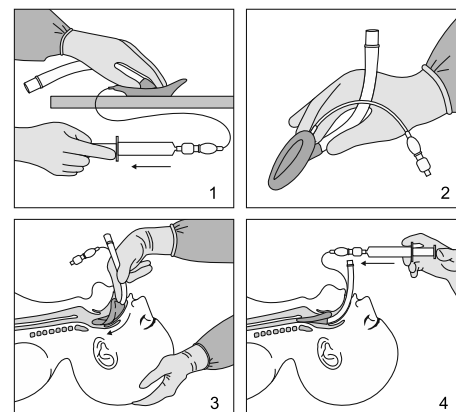

Рис. 1. Техника установки маски ларингеальной.
- полностью сдуть манжету с помощью шприца (присоединив шприц к клапану пилотного баллона) (см. поз. 1, рис. 1);
2. Одной рукой плотно захватить изделие за трубку воздуховода возле манжеты. Расположить указательный палец в месте соединения манжеты с трубкой воздуховода (палец упирается в манжету). Расположить маску так, чтобы апертура воздуховода была направлена в сторону подбородка пациента (см. поз. 2, рис. 1).
4. Дистальный конец изделия ввести в рот пациента по направлению к твердому небу. Прижать кончик манжеты к твердому небу и распределить его по нему (см. поз. 3, рис. 1).
5. Направить изделие вниз и назад, вдоль твердого неба и задней стенки глотки, непрерывно надавливая указательным пальцем (упираясь им в манжету маски), до ощущения значительного сопротивления (кончик маски достиг входного отверстия пищевода, см. поз. 4, рис. 1).
7. Присоединить шприц с воздухом к клапану пилотного баллона, нажимая на поршень шприца, раздуть манжету маски (не удерживая при этом трубку воздуховода, см. поз. 4, рис. 1). При правильной установке изделие после раздувания манжеты должно выдвигаться наружу.